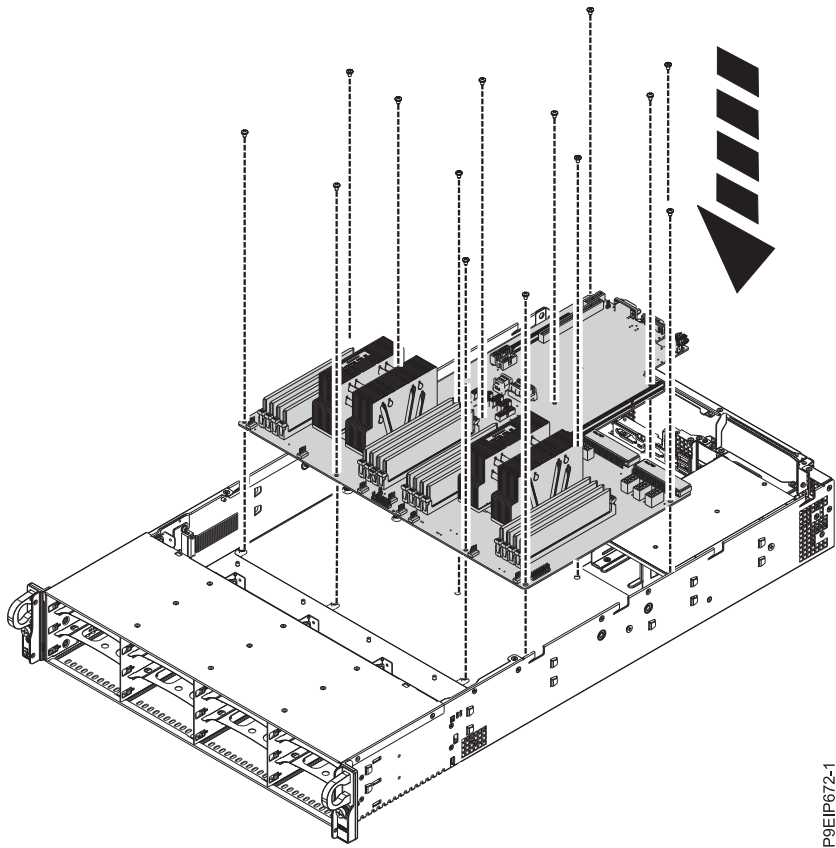

Figure 77. Remplacement du fond de panier système
16. En maintenant le dissipateur thermique du processeur, abaissez soigneusement le fond de panier système de rechange dans le châssis, puis faites-le légèrement glisser vers l'arrière. Voir figure 77, à la page 71.